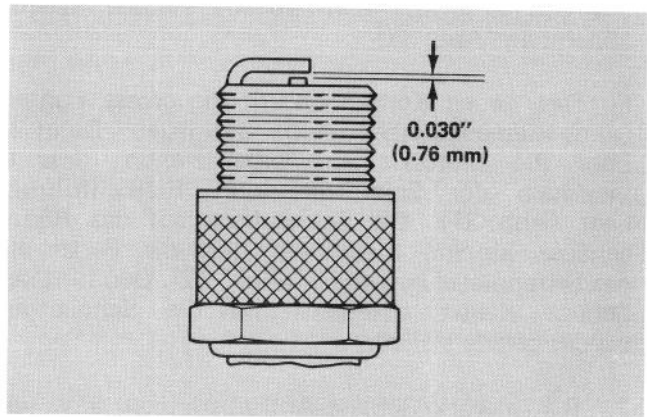

Abb. 39
3. Den Elektrodenabstand der neuen Zündkerze auf 0,752mm (Abb. 39) einstellen. Dann die neue Kerze einschrauben und festziehen (Anzugsdrehmoment 2 mkp).